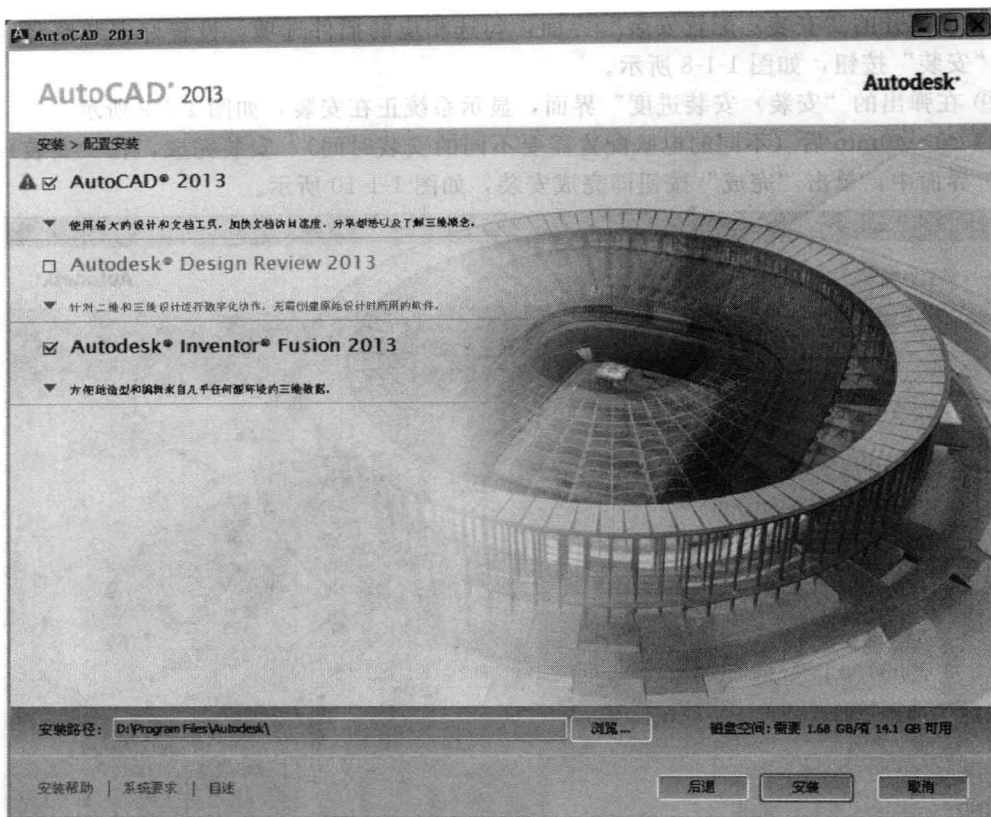

图 1-1-8 “配置安装”界面
⑧ 在打开的“安装>配置安装”界面，勾选相应的插件选项，设置好安装路径，之后单击“安装”按钮，如图 1-1-8 所示。